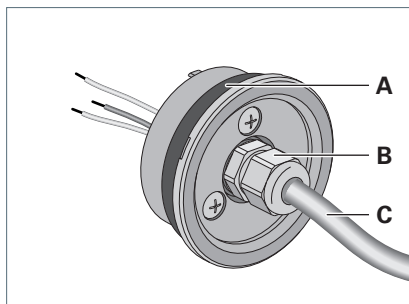

Fig. 8: Apparecchio tubolare RL70.
- ▶ Far passare il cavo attraverso il pressacavo **B**, vedi Fig. 8.